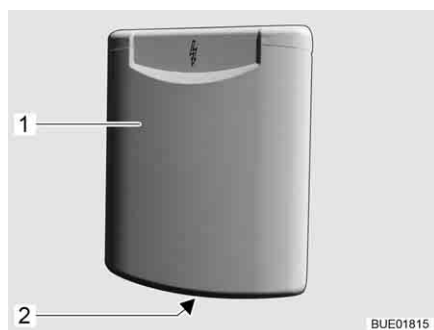

Fig. 69 Serratura a pressione sportello di servizio
- Inserire la chiave nel cilindro della serratura a pressione richiudibile (Fig. 69,1) e ruotare di un quarto di giro. La serratura a pressione è sbloccata.
- Inserire la chiave nel cilindro della serratura a pressione richiudibile (Fig. 69,1) e ruotare di un quarto di giro. La serratura a pressione è bloccata.